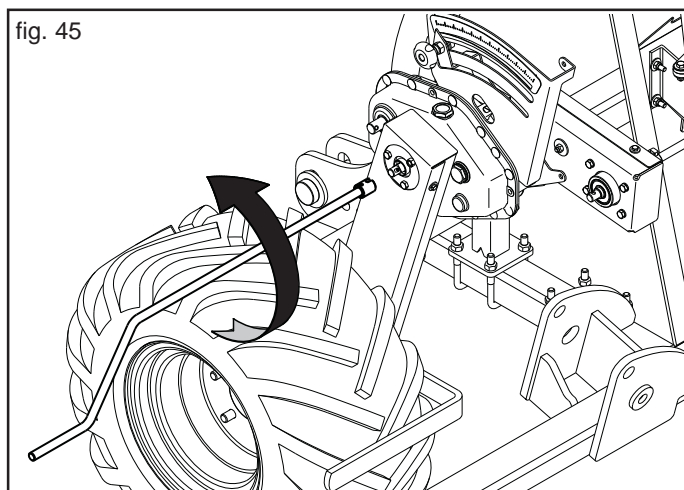

fig. 45
- 8) Una vez realizada la prueba de siembra con resultado positivo, vuelva a apretar el tornillo de fijación de la regulación del cambio (Fig. 45).
Para la fase efectiva de la prueba de siembra, introduzca la manivela de siembra en la caja de transmisión y gírela hacia la izquierda (Fig. 45), como indicado en la tabla relativa al neumático en dotación: